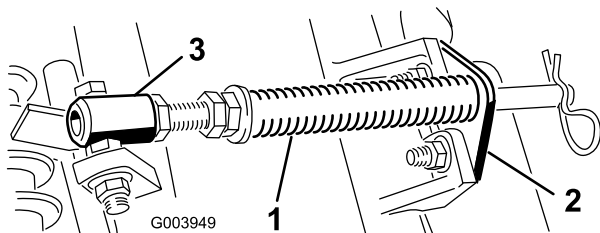

Bild 5
- A. Nehmen Sie die zwei Schlossschrauben und Muttern ab, mit denen die Stangenhalterung an den Nasen der Schneideinheit befestigt ist (Bild 5).
- B. Nehmen Sie die Bundmutter ab, mit denen die Schraube des Federrohrs an der Trägerrahmennase befestigt ist (Bild 5). Nehmen Sie das Bauteil ab.